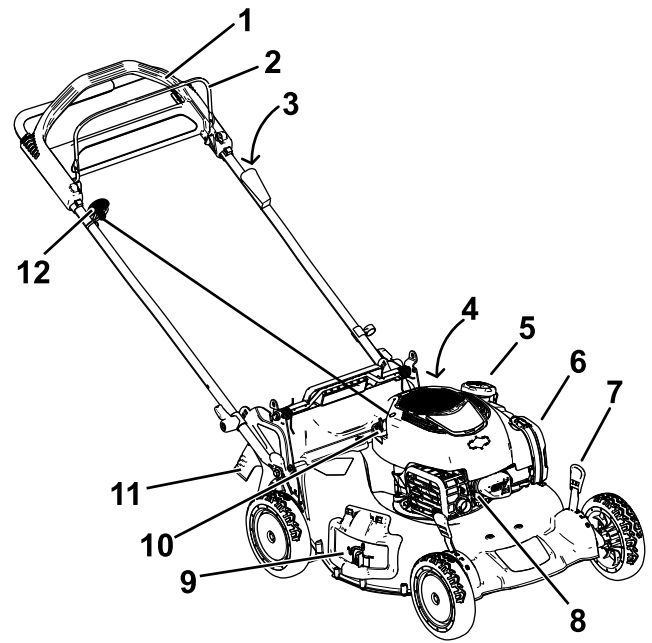

**Figura 8**
2. Enganche el canal inferior de la bolsa en la parte inferior del bastidor (Figura 8).
3. Enganche los canales superiores y laterales de la bolsa en la parte superior y en los laterales del bastidor, respectivamente (Figura 8).